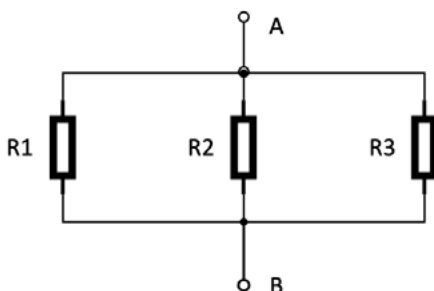

Figura 2.1 Resistencias en paralelo
En caso de los elementos conectados en paralelo, se dice que estos están en esta disposición cuando tienen dos puntos o terminales en común (Figura 2.1).
- Use valores comerciales para R_1 , R_2 , R_3 y monte en la protoboard la configuración en paralelo mostrada en la Figura 2.1.